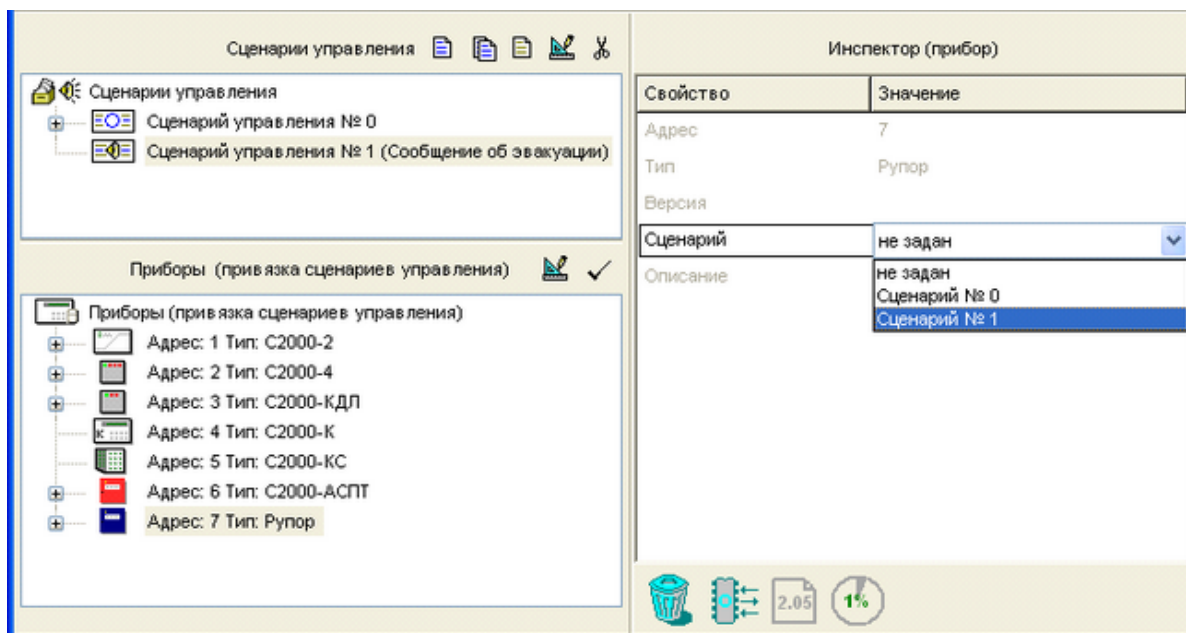

Рисунок 61 – Выбор для прибора «Рупор» сценария из списка
- *Привязать создаваемый сценарий управления к нужному прибору речевого оповещения: Рупор, Рупор исп.01, Рупор исп.02, Рупор исп.03, Рупор-200, Рупор-300. Для этого следует в окне сценариев управления отметить нужный сценарий управления, затем в нижнем окне выбрать нужный прибор и либо нажать кнопку  в палитре окна привязки, либо выбрать нужное значение параметра «Сценарий» в окне «Инспектор» (см. рис. 61). К одному прибору «Рупор» можно привязать только один сценарий голосового оповещения, в то время как один и тот же сценарий можно привязать к нескольким приборам «Рупор», которые в этом случае будут управляться синхронно, как одно целое.*